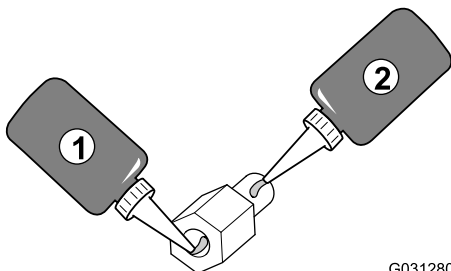

Figure 131
2. Appliquez une couche de frein-filet (capillarité moyenne à forte) sur le filetage de la partie écrou de la cheville filetée (Figure 131).
4. Appliquez une couche de frein-filet (capillarité moyenne à forte) sur le filetage de la partie goujon de la cheville filetée (Figure 131).